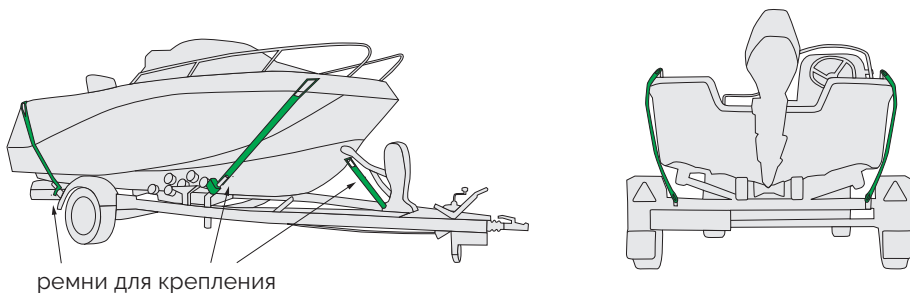

Рис. 4
- Корма лодки крепится за петли на прицепе отдельным ремнем с каждой стороны, чтобы прицеп не вилял. Нос крепится так же (см. рис. 4).